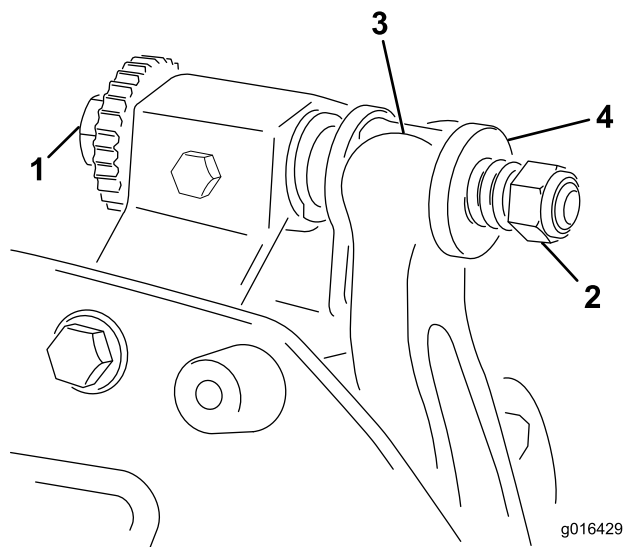

図 19
1. ベッドバー調整ねじを左に回して下刃とリールの接触を完全になくす図 19。
2. スプリングテンション・ナットをゆるめて、ワッシャがベッドバーを全く押さないようにする図 19。